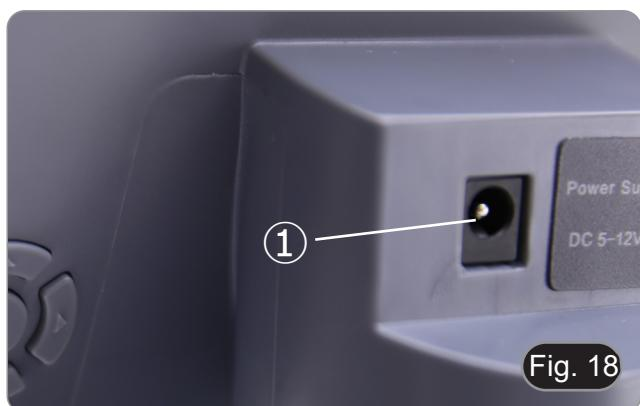

Fig. 18
1. Inserire l'alimentatore nella presa di corrente ① posta sul lato posteriore della fotocamera. (Fig. 18)